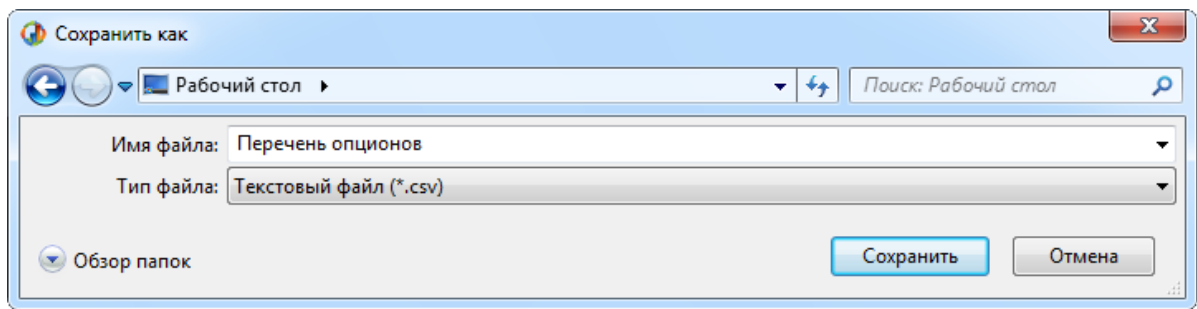

Рис. 10-158 – Стандартное окно «Сохранить как»
- 2) Перейти на вкладку «Печать» панели инструментов окна редактора опционов и нажать кнопку «Выгрузить в csv» (рис. 10-158).